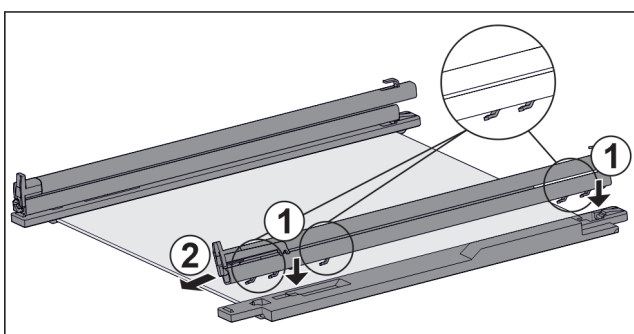

Fig. 115 Steklena plošča z vodili in držalnimi deli
- ▶ Kavelj vodila namestite na odprtine **levega** držalnega dela. Fig. 115 (1)
- ▶ Vodilo potisnite proti sprednji strani. Fig. 115 (2)
- ▶ Kavelj vodila namestite na odprtine **desnega** držalnega dela. Fig. 115 (1)